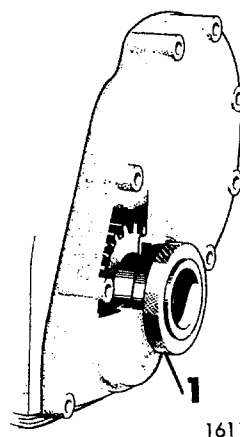

Fig 01-53. Centreringsav transmissionskåpa, B 20
- b. Centra kåpan, se fig 01-53. Vrid hylsan under fastdragningen och justera kåpans läge så att inte hylsan fastnar.